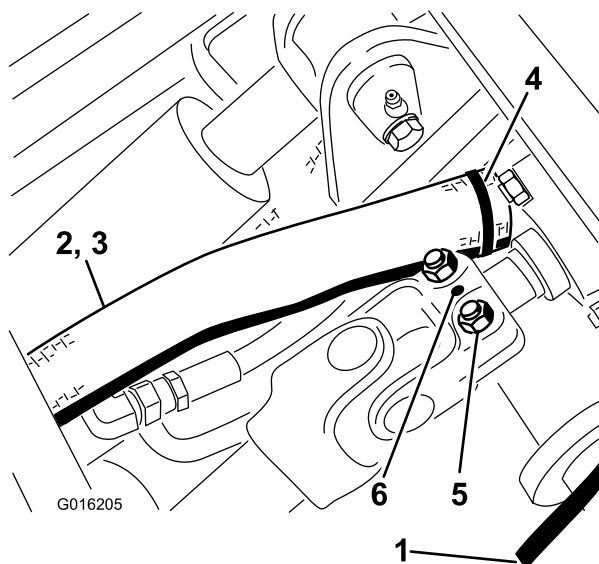

Figura 108
30. Instale o pino de segurança (Figura 108).